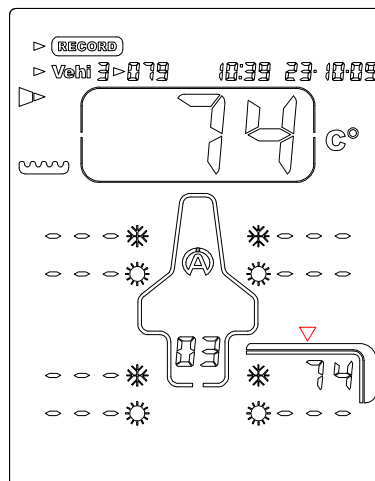

Abbildung 5
- 6) Drücken Sie die mittlere Taste , um den gemessenen Druck sowie Uhrzeit und Datum der Messung zu speichern, anschließend springt der auf dem Display angezeigte Messpunkt automatisch auf den nächsten Reifen gemäß der im SETUP-Menü programmierten Sequenz. In diesem Beispiel (Abbildung 5) springt das Gerät auf die Temperaturmessung in der Mitte des hinteren linken Reifens.
- 7) Halten Sie den Temperatursensor so auf den Reifen, wie im Display durch den Pfeil angezeigt (*Abbildung 5*).